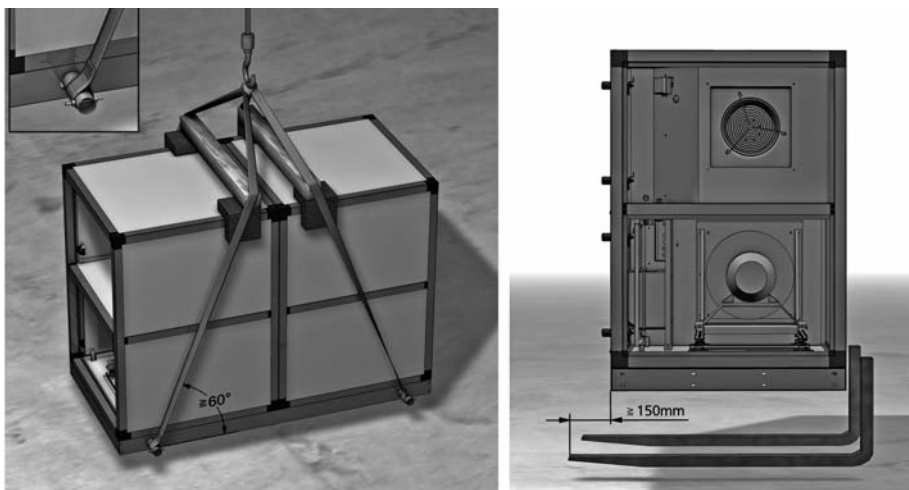

Abb. 3: Anheben und Transport
- Sind für die Tragriemaufhebung passende Röhren, Distanzbalken und Kantenschutz vorhanden? (S. Abb. 3)
- Beachten Sie zum Anheben und Transport die Abb. 3!